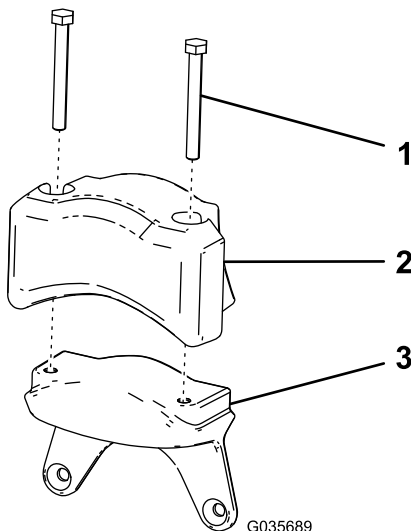

Рисунок 8
1. Установите противовес электродвигателя и 2 колпачковых винта (5/16 x 2¾ дюйма), снятых при выполнении действий, описанных в разделе Снятие противовеса электродвигателя \(страница 5\), на новый груз (Рисунок 8).